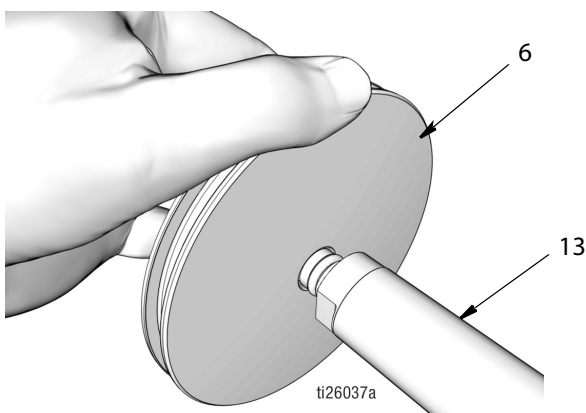

Рис. 47
- Насаживайте поршень (6) поверх конца штока поршня (13) до тех пор, пока он не будет сидеть на штоке (Рис. 47).